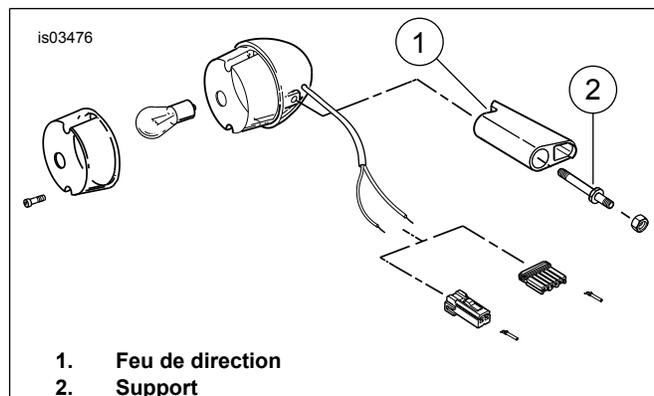

Figure 2. Feu de direction arrière (support type de style Airfoil)
- Voir la Figure 2. Retirer les feux de direction de gauche et de droite de leurs supports et les jeter. Conserver la visserie de montage pour l'installation.
- Voir la Figure 2. Installer le goujon de support à travers le couvercle de jambe de garde-boue en utilisant la visserie retirée à l'étape 2.